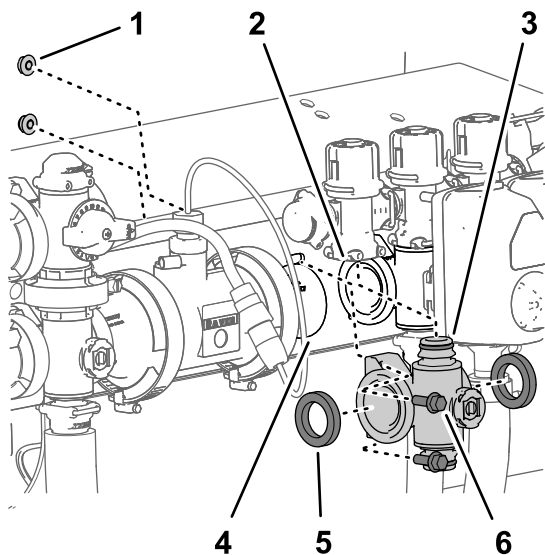
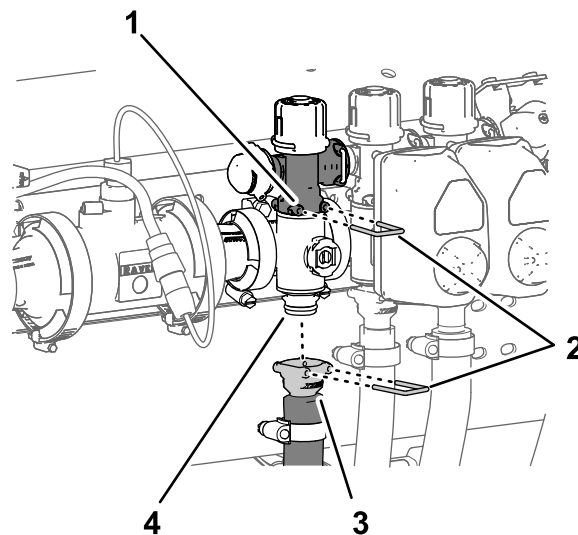

Figura 117
Figura 118
- Alinhe as 2 juntas que removeu no passo **Remoção da válvula do coletor de secção** (página 86) com as flanges do coletor da válvula de secção (**Figura 117**).
- Alinhe a flange do coletor da válvula de secção entre as flanges da outra válvula de secção e/ou adaptador de acoplamento (**Figura 117**).
- Monte o encaixe de ligação rápida do coletor da válvula de secção na tomada de desligação rápida da válvula de distribuição da secção com um pino de ligação rápida (**Figura 117** e **Figura 118**).
- Para os coletores de válvula da secção esquerdo ou direito, monte o coletor da válvula de secção no suporte da válvula de secção (**Figura 117**) com os 2 parafusos de cabeça flangeada (¼ pol. x ¾ pol.) e 2 porcas de bloqueio flangeadas
8. Monte o acoplador de ligação rápida do tubo de secção na união de ligação rápida do coletor da válvula de secção com o pino de ligação rápida (Figura 118).